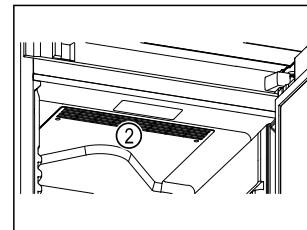

Fig. 61
- ❑ Se till att inte blockera ventilationsgallren Fig. 61 (2) för fläkten inne i skåpet.